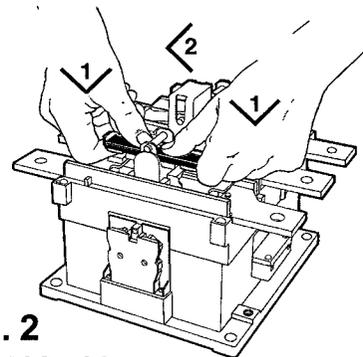
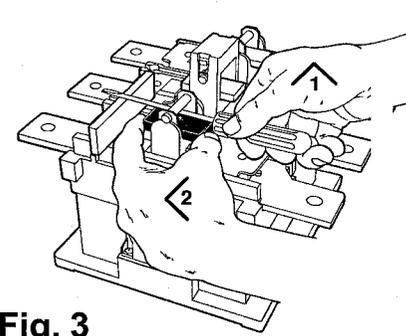

Fig. 2
Fig. 3
- 3TK12, 13 (Fig.2) Press out the moving contacts.
- 3TK14 - 18 (Fig.3) Moving main contacts: Lift the respective clamp and press the contact into neutral position. See Fig. 2. Remove the contacts.
- 3TK12, 13 (Fig.2) Die beweglichen Schaltstücke herauschieben.
- 3TK14 - 18 (Fig.3) Bewegliche Hauptschaltstücke: Hebe den jeweiligen Haltebügel und schiebe das Kontaktstück heraus, so daß es entfernt werden kann.
- 3TK12, 13 (Fig.2) Pousser et sortir les contacts mobiles.
- 3TK14 - 18 (Fig.3) Pou enlever les contacts principaux: Soulever le porte contacts avec un tournevis en utilisant un contact d'arc comme cale puis pousser le contact principal en position déverrouillée et le sortir.
- 3TK12, 13 (Fig.2) Tryck ut de rörliga kontaktarna.
- 3TK14 - 18 (Fig.3) Rörliga huvudkontakter: Lyft upp respektive bygel och skjut kontakten i friläge. Tag därefter bort kontaktarna.
- 3TK14 - 18 (Fig.3) Contatti mobili principali: sollevare i rispettivi morsetti e spingere il contatto nella posizione neutra.
- 3TK14 - 18 (Fig.3) Extrayendo los contactos principales: extraiga la abrazadera respectiva y desplace el contacto a la posición de punto muerto.